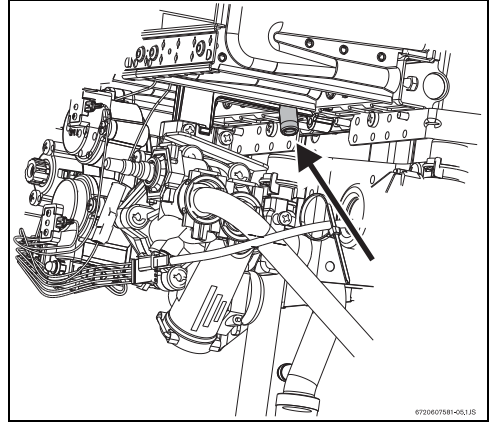

Fig. 12 Punto de medición de presión
- ▶ Liberar el tornillo del punto de medición (→Fig. 12).